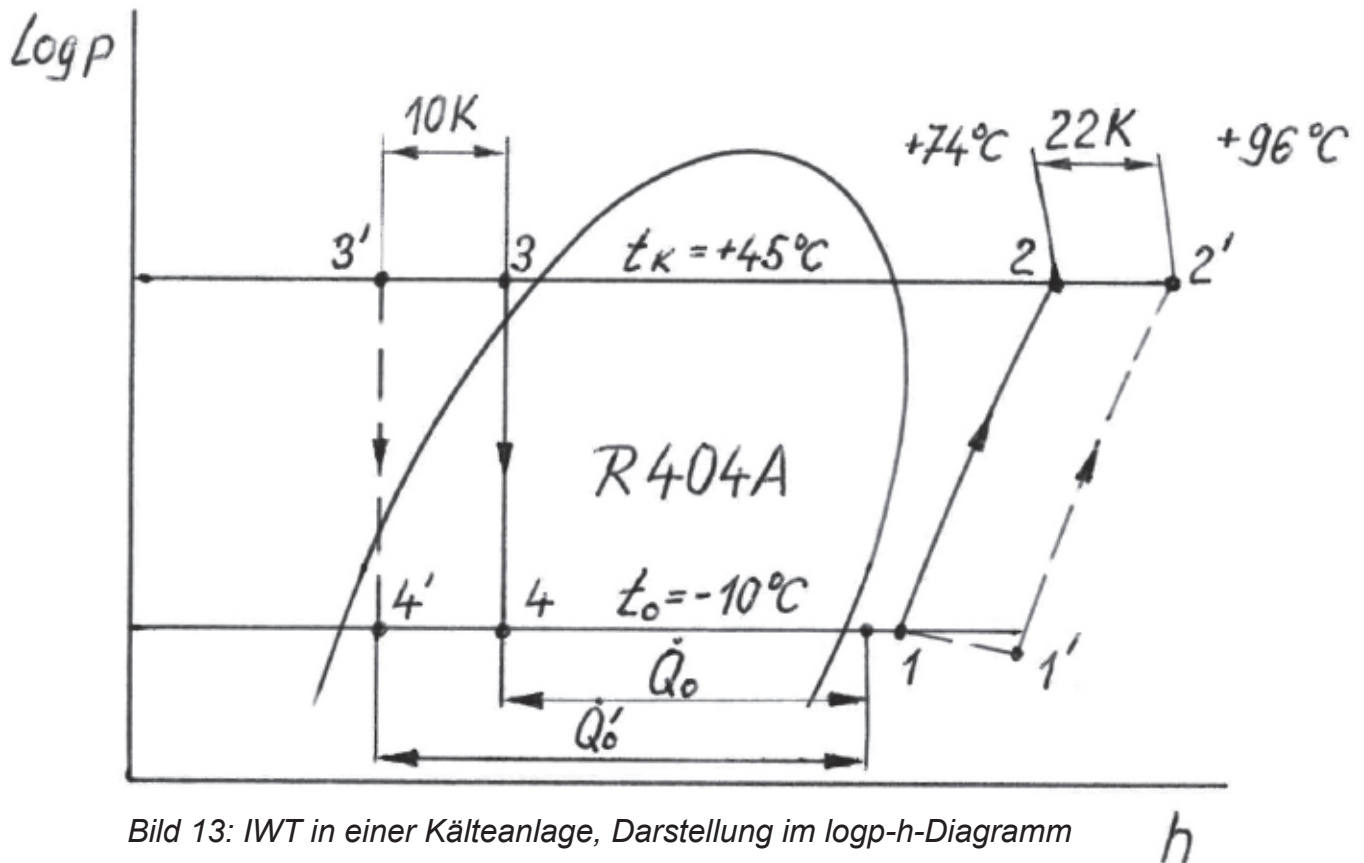

Bild 13: IWT in einer Kälteanlage, Darstellung im log-p-h-Diagramm
- Einsatz eines internen Wärmetauschers (IWT) siehe Bild 13 und 14: